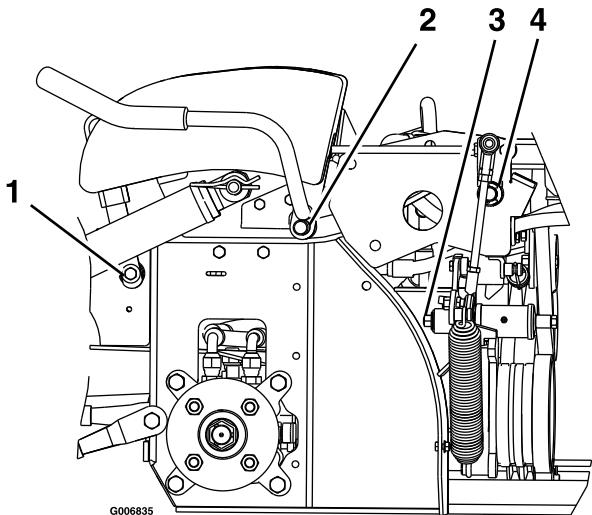

Figura 28
2. Lubrique los casquillos de bronce del pivote de la palanca de freno con lubricante en spray o aceite ligero (Figura 28).